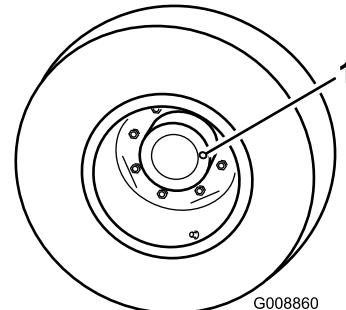

Bild 47
1. Stellen Sie die Maschine auf eine ebene Fläche und positionieren Sie das Rad so, dass eine Prüfschraube (Bild 47) auf 12 Uhr und die andere auf 3 Uhr steht.
1. Prüf-, Ablassschraube (2)
2. Entfernen Sie die Schraube, die auf 3 Uhr steht (Bild 47).